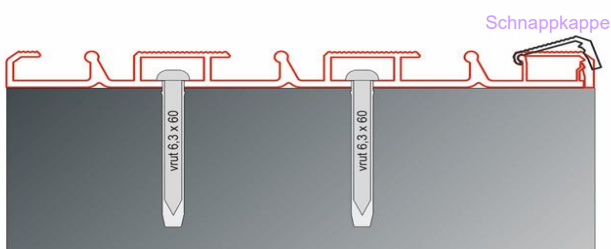

Abb. 7.4
- Siehe Abb. 7.4: Beispiel für die Befestigung einer Dreifachschiene mit Schnappkappe.